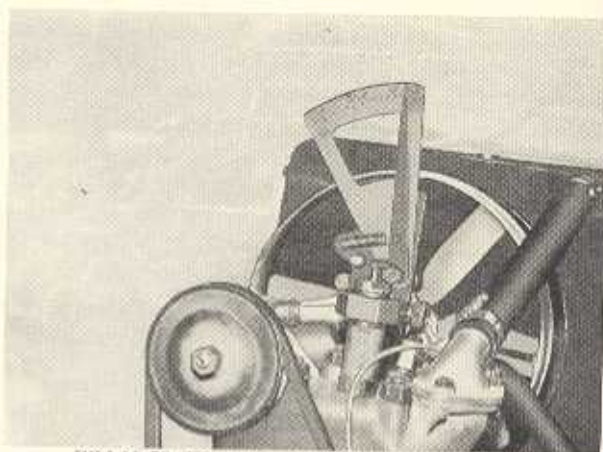

Bild M 50. Einstellen des OT beim 3. Zylinder
- Zeiger auf der Zündeneinstellehre durch Verschieben der Skala auf 0° bringen (Bild M 50).